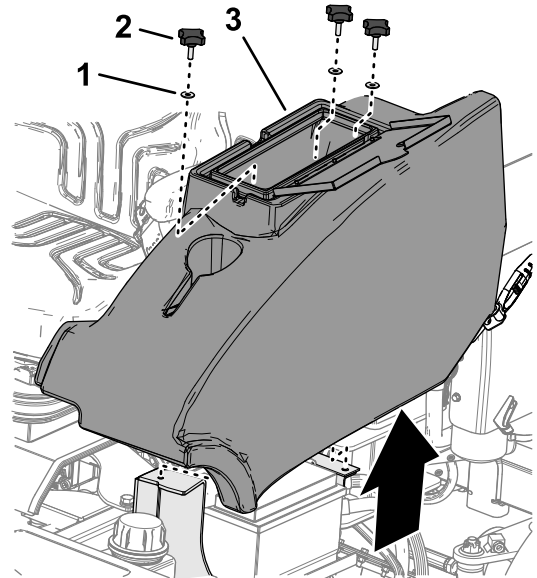

Figura 45
1. A la izquierda de la plataforma del operador, abra la puerta del compartimento de almacenamiento (Figura 45).
2. Retire los 3 pomos y las 3 arandelas que sujetan el compartimento de almacenamiento a la máquina, y retire el compartimento (Figura 45).